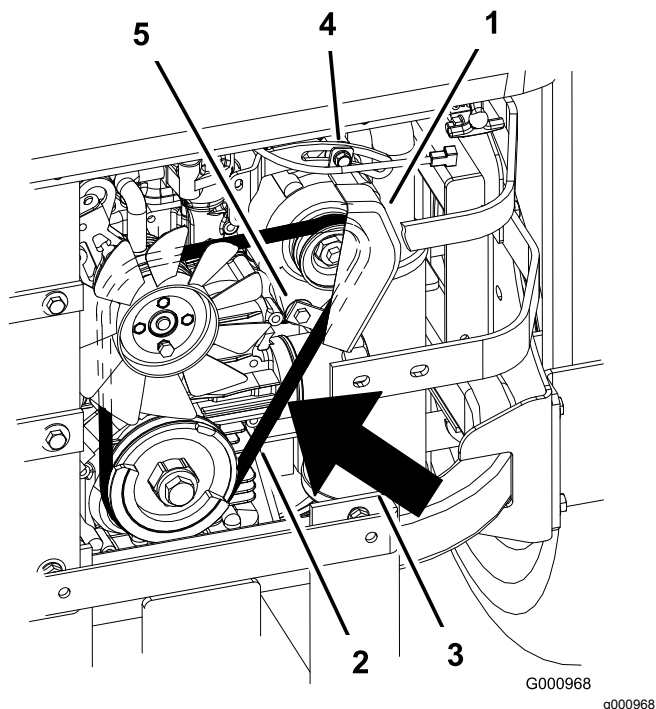

Figura 83
7. Afloje el perno inferior y retire el perno superior que sujeta el alternador y la cubierta (Figura 83).
9. Instale una correa nueva alrededor de las poleas y del alternador (Figura 83).
14. Apriete el perno inferior e instale el perno superior que sujeta el alternador y la cubierta (Figura 83).
2. Ajuste el alternador hacia fuera hasta que quede una desviación de 7 a 9 mm ( $\frac{1}{4}$ " a  $\frac{11}{32}$ ") en la correa entre el motor y las poleas del alternador con una fuerza de 10 kg (22.1 libras) (Figura 83).
5. Si la desviación es correcta, apriete los pernos inferior y superior (Figura 83).